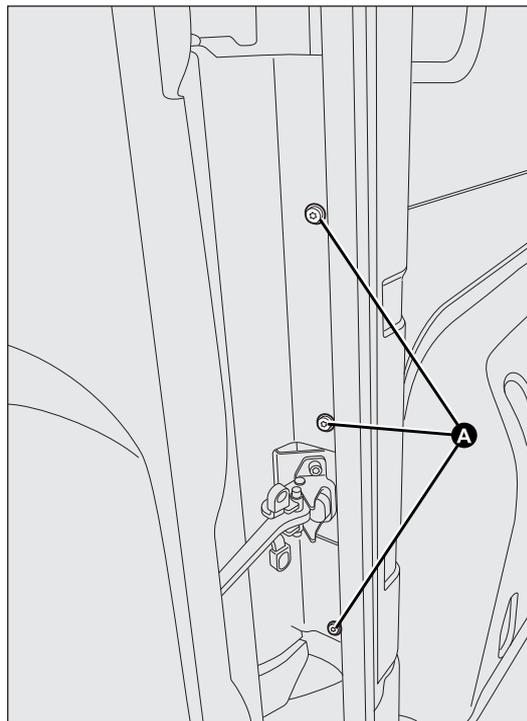

fig. 156
- dévisser les vis de fixation A-fig. 156 ;